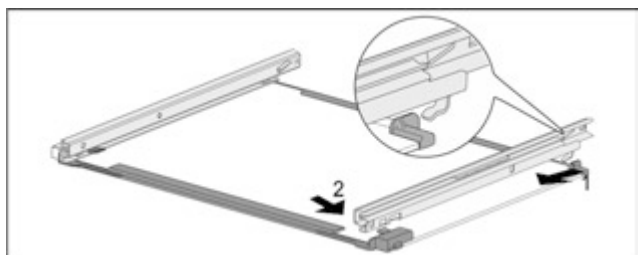

Fig. 165 Скляна пластина з рейками
- ▶ Зачепити рейку ззаду. Fig. 165 (1)
- ▶ Зафіксувати рейку спереду. Fig. 165 (2)